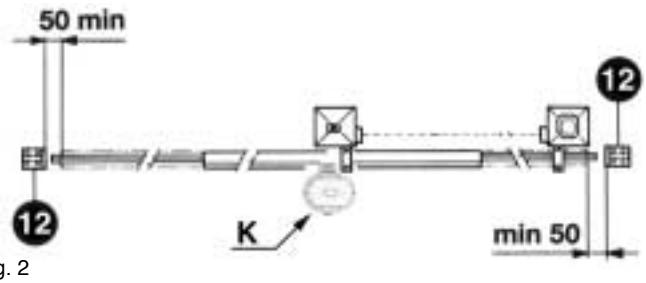

Fig. 2
- Ausser der elektrischen und mechanischen Endschalter, die mit der Steuerung verbunden werden ist es ratsam einen festen Endanschlagpunkt am Boden zu befestigen. Der im gegeben Fall einer Fehlfunktion der elektronik den Antrieb mit seinen kinetischen und statischen Groesse zum halten bringt (12) (Abb. 2).
Es ist notwendig, am Ende der Führung zwei mechanische Stopvorrichtungen zu befestigen (12) (Abb. 2).